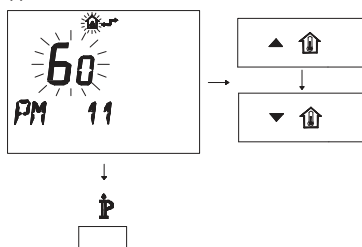

Рисунок 5.42
- Измените заданное значение при помощи кнопки или и подождите, пока заданная цифра не начнет мигать (Рисунок 5.42). Каждое изменение в сторону увеличения или уменьшения соответствует 1 секунде.